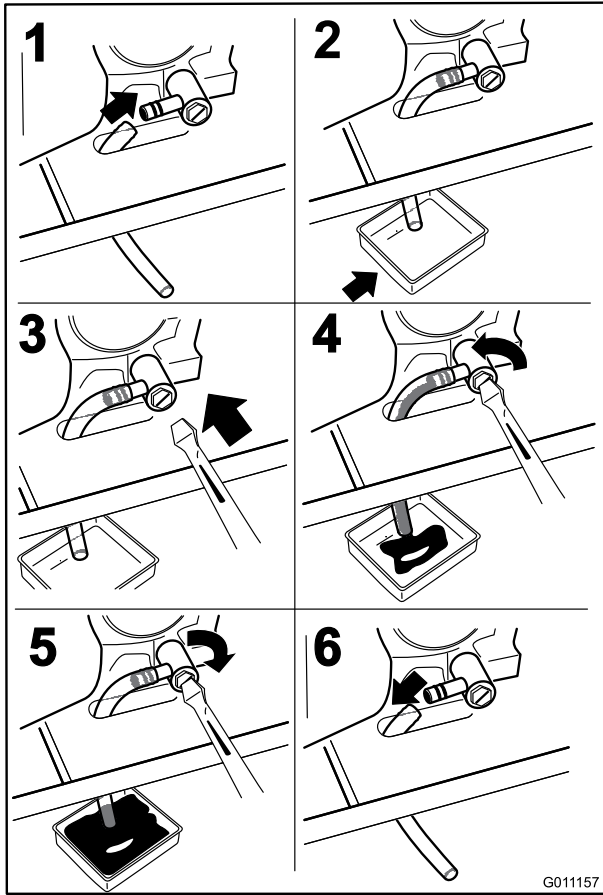

Figura 41
4. Prima di scendere dal posto di guida dell'operatore, spegnete il motore, togliete la chiave di accensione e attendete che si fermino tutte le parti in movimento (Figura 41).